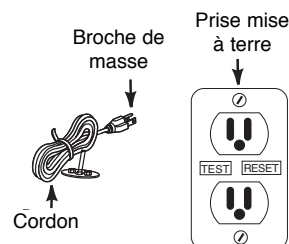

Figure 1
- La pompe doit être branchée dans une prise qui inclut un disjoncteur différentiel (DD) (Figure 1).